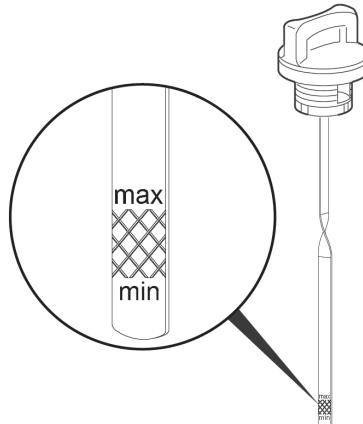

Рис. 10 Уровень масла в картере двигателя
- Аккуратно вытащите щуп и осмотрите его. Уровень масла должен соответствовать верхней отметке «max» на щупе (Рис. 10).
4. Аккуратно извлеките щуп и осмотрите его. Уровень масла должен соответствовать верхней отметке на щупе. При недостаточном уровне масла в картере необходимо долить чистое масло до верхней отметки «так» на щупе (Рис. 10).